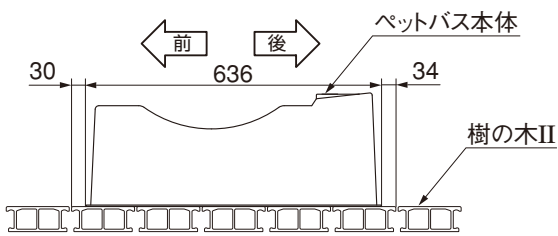
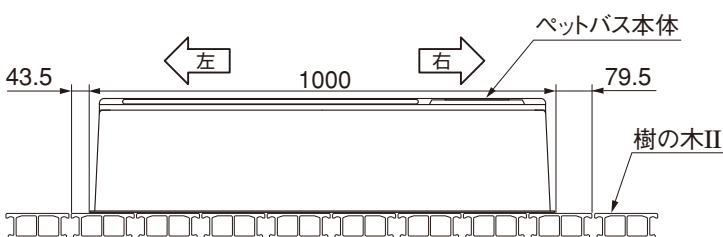

図2-2 長手方向に平行に置く場合
図2-3 長手方向に垂直に置く場合
- ① 図2-2または図2-3のような位置にペットバス本体を置き、床面取付孔位置と排水金具取付孔位置の中心にマーキングをしてください。
- ② マーキングした床面取付孔位置に $\phi 12.5$ の下孔をあけ、①-③を差込んでください。